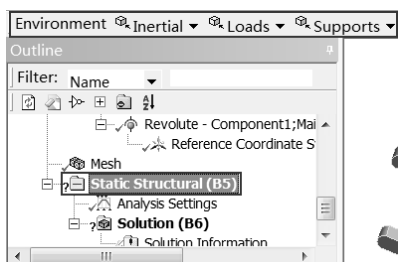

图 13-29 Environment 工具栏
Step1：选择 Mechanical 界面左侧 Outline（分析树）中的 Static Structural（B5）选项，此时会出现如图 13-29 所示的 Environment 工具栏。